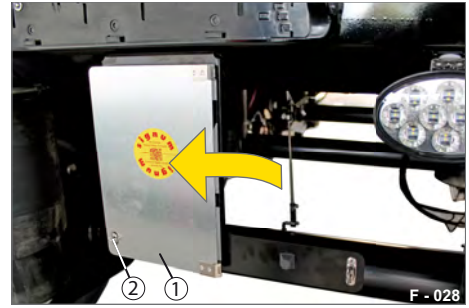

Abb. 48 Abfall-Tafel, geschlossen
- ▶ Klappen Sie die Teilhälfte (Abb. 48/2) der Warntafel zu.
- ▶ Schließen Sie den Drehverschluss (Abb. 48/1) - in waagerechte Stellung drehen.